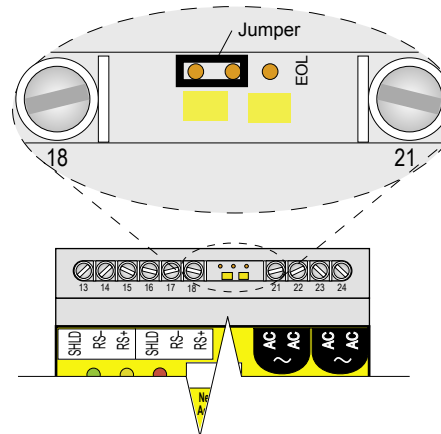

Bild 5b Position des Endjumpers an allen anderen TTSIM
- Stecken Sie die Steckbrücke bei allen anderen TTSIM-Modulen gemäß Bild 5b.